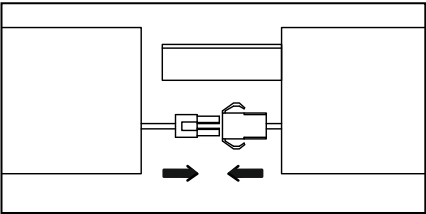

Рис. 1
- 5.11 Осветительные приборы оснащены сквозной проводкой для подключения в линию. Для подключения необходимо сначала соединить электрические разъёмы на последнем осветительном приборе в линии и осветительным прибором серии T L X (в зависимости от необходимого «рисунка» магистральной системы), а затем соединить сами осветительные приборы (рис. 1).